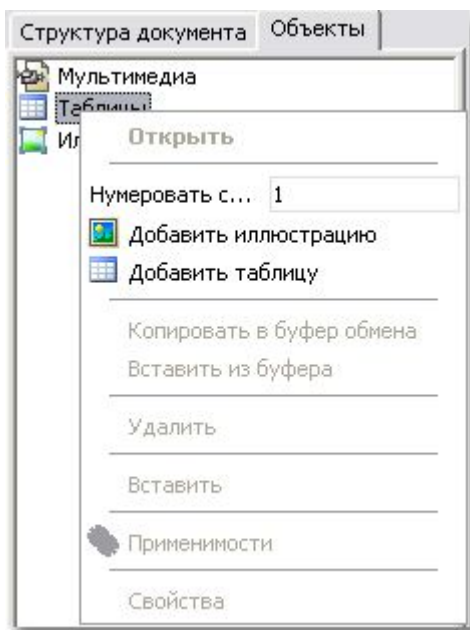

Рис. 3.77
1. На вкладке **Объекты** щелкните правой кнопкой мыши по названию объекта **Таблицы**. При этом появится контекстное меню (Рис. 3.77).